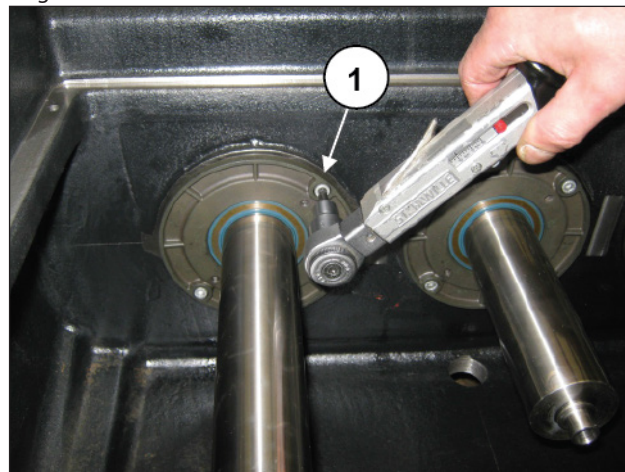

Abb. 140
Drehen Sie die 2 Schrauben M6 (Pos. ①, Abb. 140) mit einem Drehmomentschlüssel fest und eichen Sie diese gemäß der Angaben unter Absatz 3.